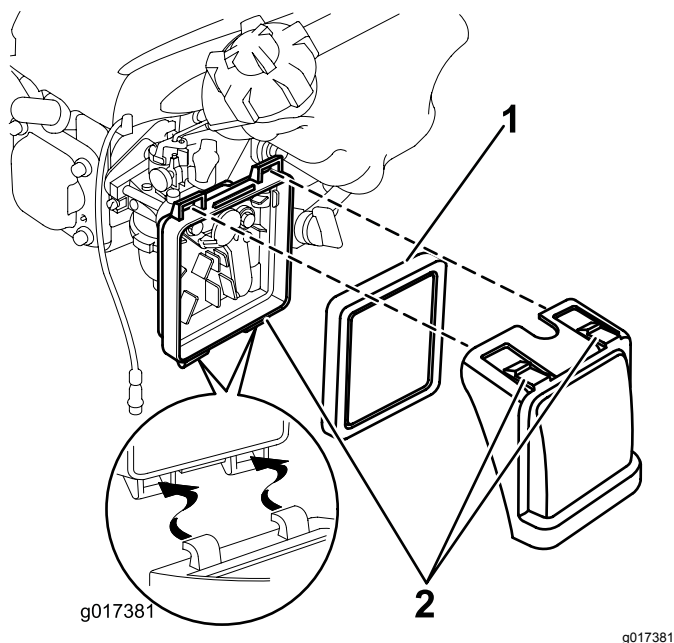

Рисунок 18
1. Нажмите на язычки защелок, расположенные наверху крышки воздухоочистителя (Рисунок 18).
2. Откройте крышку (Рисунок 18).
3. Извлеките фильтр (Рисунок 18).
6. Установите фильтр в воздухоочиститель (Рисунок 18).
7. Установите крышку на место (Рисунок 18).